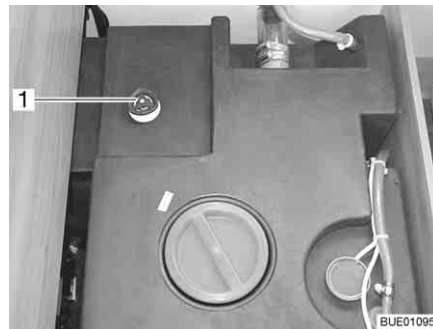

Fig. 208 Depósito de agua con tirador giratorio
- Girar el tirador giratorio (Fig. 208,1) sobre el depósito de agua en sentido de las agujas del reloj, hasta el tope.
- Girar el tirador giratorio (Fig. 208,1) sobre el depósito de agua en sentido contrario a las agujas del reloj, hasta sentir resistencia. El agua se saldrá hasta 60 litros.